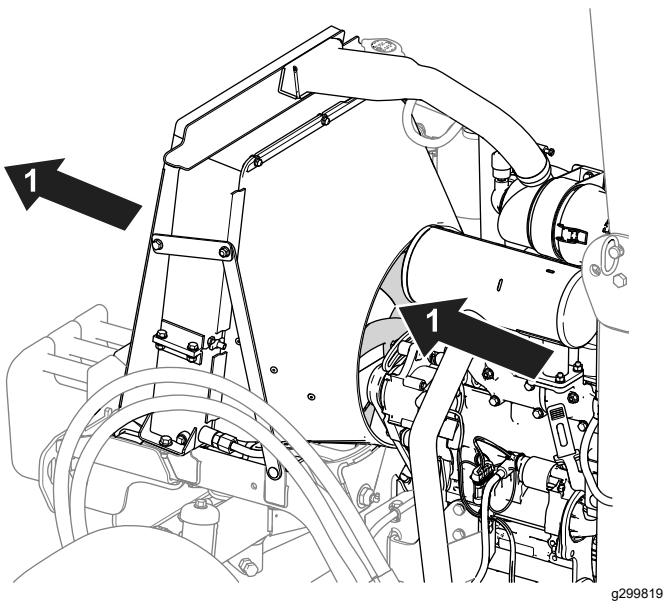

Figure 71
- Nettoyez les ailettes du radiateur à l'air comprimé. Dirigez l'air de l'intérieur vers l'extérieur de la machine (Figure 71).